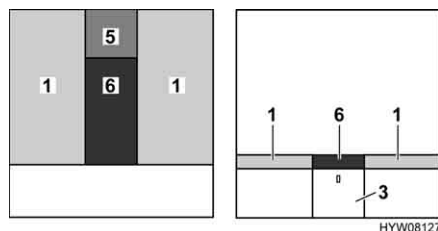

Fig. 88 Après la transformation
- Placer le coussin supplémentaire (Fig. 88,5) sur le petit meuble de nuit.
- Placer le coussin supplémentaire (Fig. 88,6) entre les matelas (Fig. 88,1).